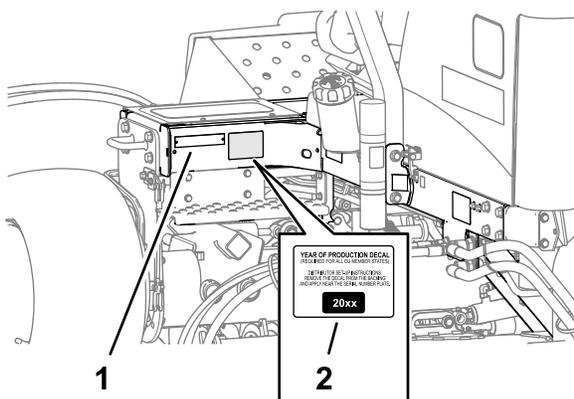

Figure 37
1. Essuyez soigneusement le cadre gauche, près de la plaque du numéro de modèle/série, et laissez sécher le cadre (Figure 37).
2. Retirez la pellicule protectrice au dos de l'autocollant de l'année de production et appliquez sur le cadre, près de la plaque du numéro de série, comme montré à la Figure 37.